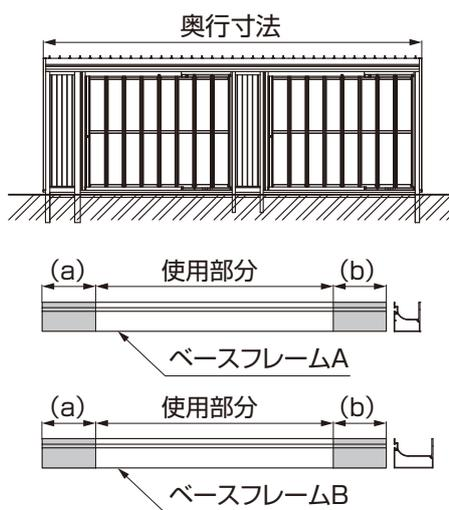

図3-1
- ベースフレームA、ベースフレームBの切断方向は図3-1を参照してください。